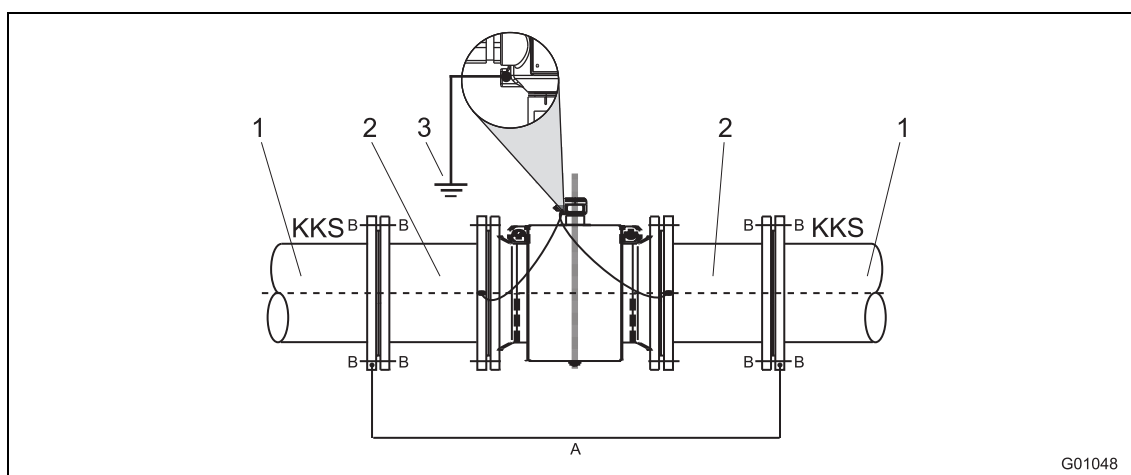

Рис. 32: измерительный датчик с функциональной «землей»
- Если в случае изолированных внутри трубопроводов прогнозируются блуждающие паразитные токи (например, при наличии протяженных участков вблизи систем электроснабжения), перед и после измерительного датчика необходимо установить по секции зачищенного трубопровода длиной примерно 1/4 DN для отвода этих токов от измерительной системы (Рис. 32).
На Рис. 32 показан предпочтительный вариант установки в системах с катодной антикоррозионной защитой.